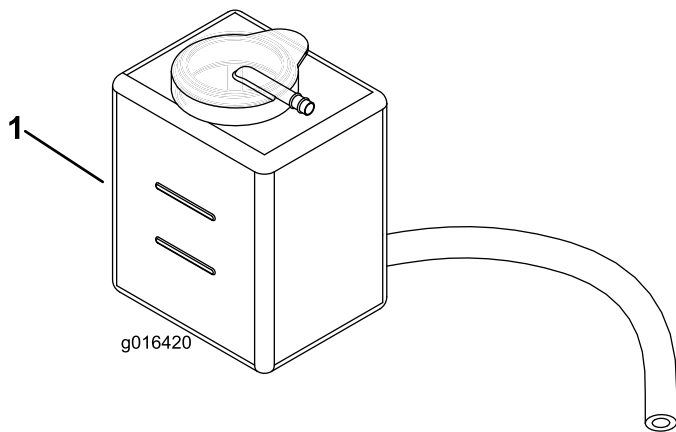

図 25
- 冷却液の量を点検する図 25。エンジンが冷えている状態で、補助タンク側面についている 2 本のマークの間であれば適正である。